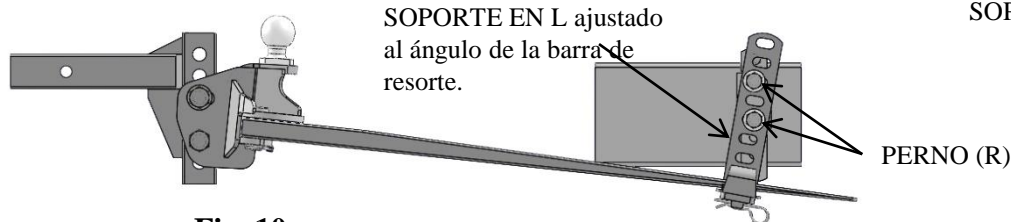

Fig. 10
- Siempre mantenga los pernos (R) apretados a mano hasta que las barras de resorte estén en su lugar y cargadas con presión en los soportes en L (L). Esto permitirá que los soportes en L (L) se ajusten a sí mismos al ángulo de la barra de resorte dando el contacto máximo con la almohadilla de fricción (O) y que tiene como resultado mejor control de oscilación. Ver Fig. 10 arriba. Apriete las tuercas (R) a 75 pies- lbs.
- Si apretó los pernos antes de aplicar la tensión a la barra de resorte, afloje los pernos (R) ligeramente. No retire los pernos completamente. Están bajo presión de las barras de resorte. El soporte en L (L) se ajustará al ángulo de la barra de resorte por sí mismo. Vuelva a apretar los pernos (R) a 75 pies- lbs.